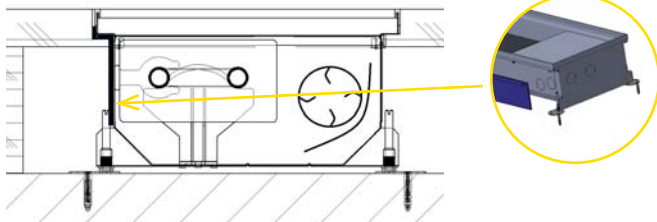

Рис. 6: Пустотелый пол – теплоизоляция для внутрипольного конвектора с вентилятором – для защиты пола со стороны теплообменника.
- По своему усмотрению (паркет, ламинат или деревянный пол) положите теплоизоляцию на наружную поверхность корпуса конвектора со стороны теплообменника (Рисунок 6).